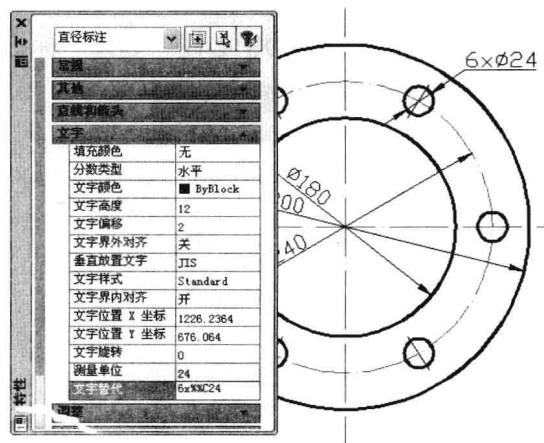

图 7-4-2
- (2) 双击标注对象“24”，打开“特性”选项板，在文字替代右侧输入“ $6 \times \%C24$ ”，按Enter键，修改完成。按Esc键，取消选择操作，如图7-4-2所示。由于图形中的孔定位和分布情况已明确，因此省略了“EQS”字样及其角度标注。